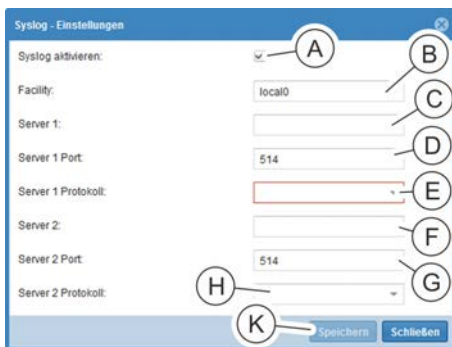

Abb. 238: Fenster "Syslog-Einstellungen"
2. ➔ Checkbox „Syslog aktivieren“ (Abb. 238/A) anklicken.
3. ➔ Eine Facility auswählen (Abb. 238/C).
4. ➔ Eine Server-Adresse (Abb. 238/H) und einen Port (Abb. 238/D) für Server 1 eingeben sowie ein Protokoll (Abb. 238/E) für Server 1 auswählen.
5. ➔ Bei Bedarf eine Server-Adresse (Abb. 238/F) und einen Port (Abb. 238/F) für Server 2 eingeben sowie ein Protokoll (Abb. 238/G) für Server 2 auswählen.
6. ➔ Eingabe über die Schaltfläche „Speichern“ (Abb. 238/K) bestätigen.